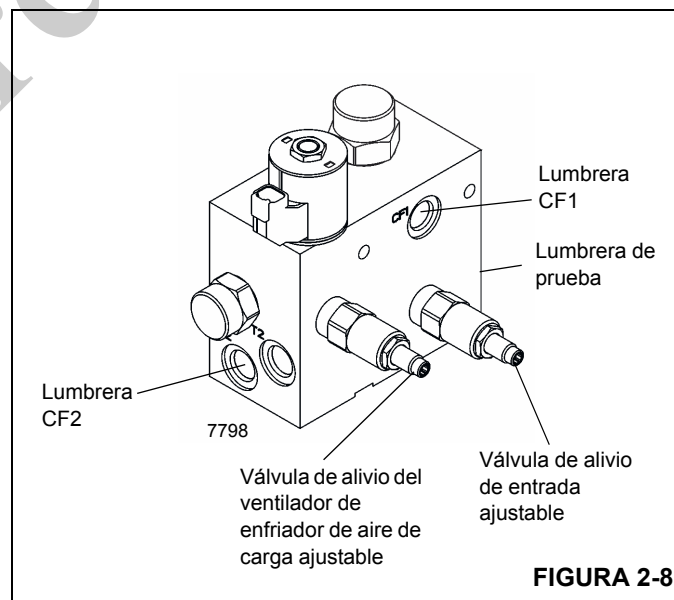

FIGURA 2-8
1. Con el motor apagado, desconecte la manguera en la lumbrera "CF1" en la válvula de suministro de carga de freno/motor del ventilador del enfriador del aire de carga (Figura 2-8); tape y tapone todas las aberturas.
1. Con el motor apagado, desconecte la manguera en la lumbrera "CF2" en la válvula de suministro de carga de freno/motor del ventilador del enfriador del aire de carga (Figura 2-8); tape y tapone todas las aberturas.